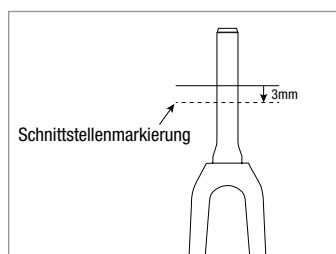

Abbildung 7
10. Finden Sie die Markierung in Schritt 8. Messen Sie 3 mm nach unten und markieren Sie die neue Schnittstelle (Abbildung 7). Wischen Sie die erste Markierung weg.